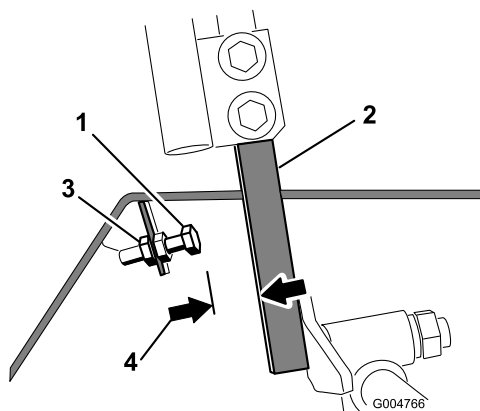

図 65
- 左右どちらかのコントロール・レバーで、ストップ・ボルトについているジャム・ナットをゆるめる（図 65）。